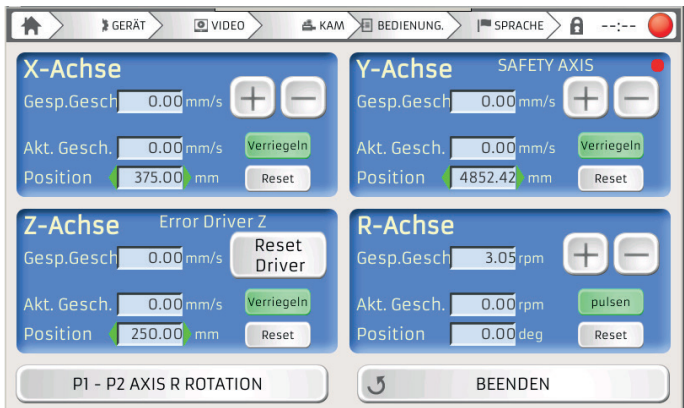

Abbildung 54 – Fehler Sicherheitskolben
- 4. **FEHLER SICHERHEITSKOLBENDRUCK** – wenn der Luftdruck nicht ausreicht, um den Sicherheitskolben zu betätigen, erscheint dieser Fehler, gekennzeichnet durch die Beschriftung SAFE AXIS und den roten Punkt oben rechts innerhalb des Felds der betreffenden Achse, wie in Abbildung 54 für die Y-Achse dargestellt. Er kann auch bei einer Störung der Achse auftreten, um unerwünschte Bewegungen zu verhindern. Überprüfen Sie, ob der Luftdruck korrekt ist und keine Undichtigkeiten vorliegen. Sollte das Problem nach allen erfolgreich durchgeführten Kontrollen bestehen bleiben, wenden Sie sich an den technischen Kundenservice.